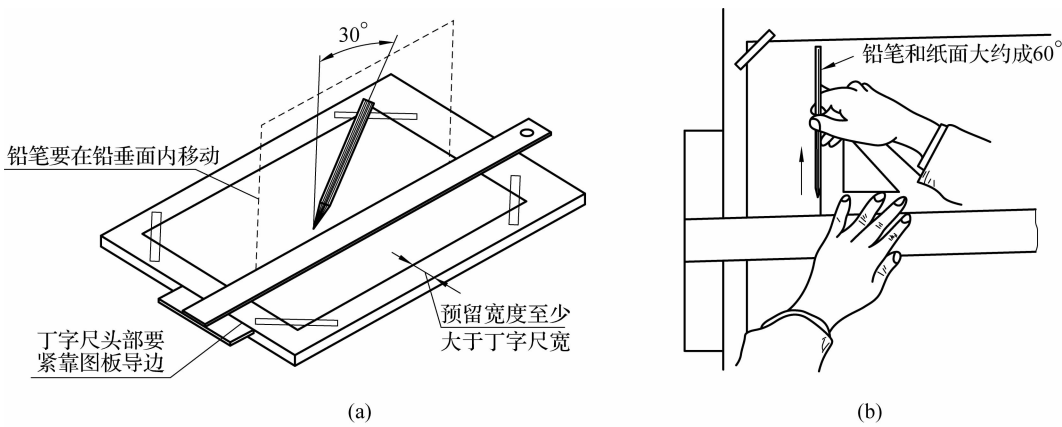

图 1-1-1 用丁字尺画水平线与垂直线
(2)丁字尺。丁字尺是用来画水平线的，丁字尺的上面那条边为**工作边**。用丁字尺画水平线时，笔杆应稍向外倾斜，尽量使笔尖贴靠尺边，如图 1-1-1(a)所示。画垂直线时如图 1-1-1(b)所示，**自下往上画线**。